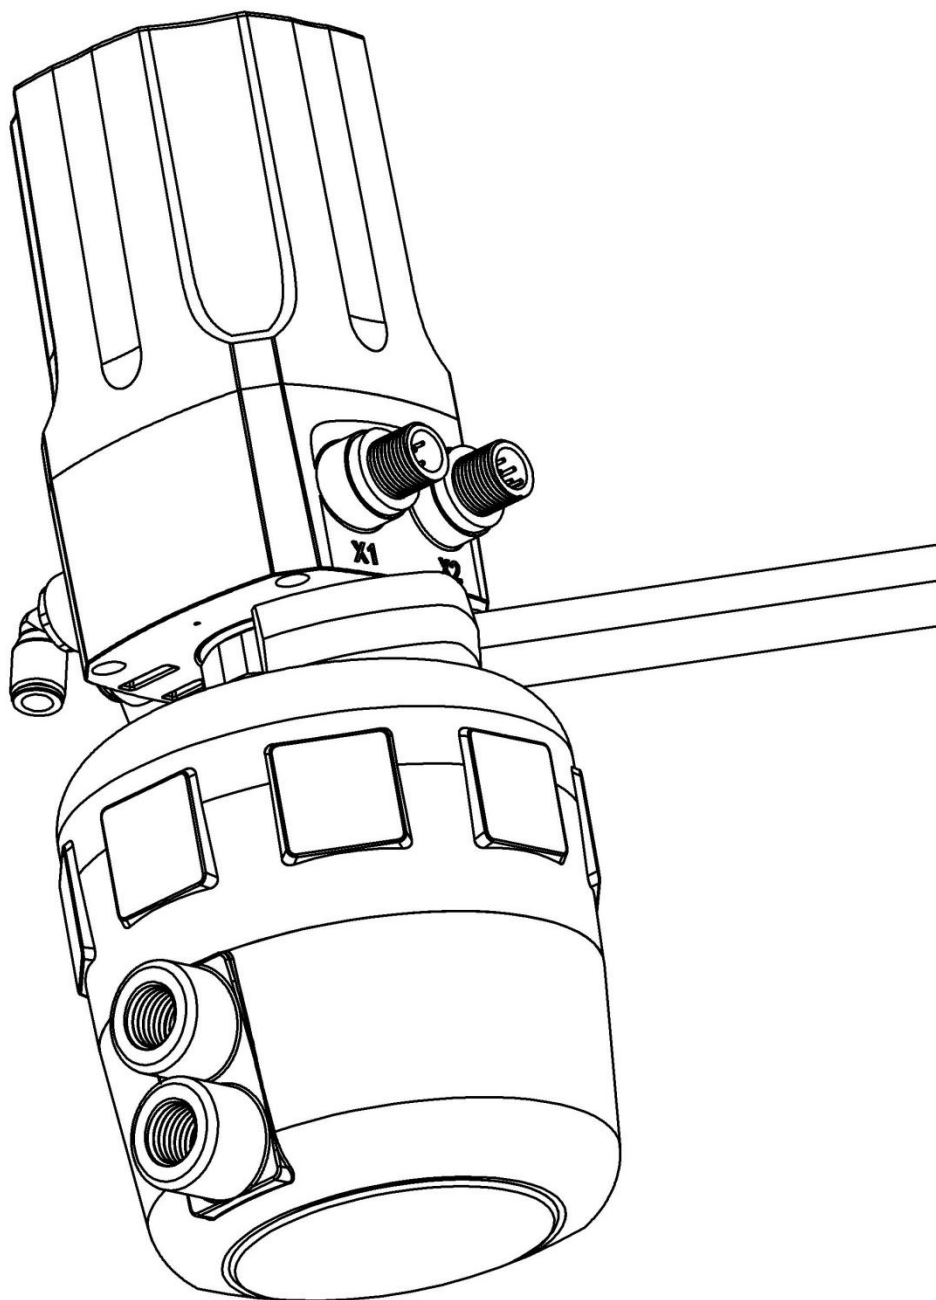

图 6. 定位器与执行器组装
4. 将执行器内部阀杆升到最高位置,用 32 号扳手将定位器底部的执行器连接组件右旋入到执行器对应螺纹接口,并确保旋紧连接组件。如图 6 所示。